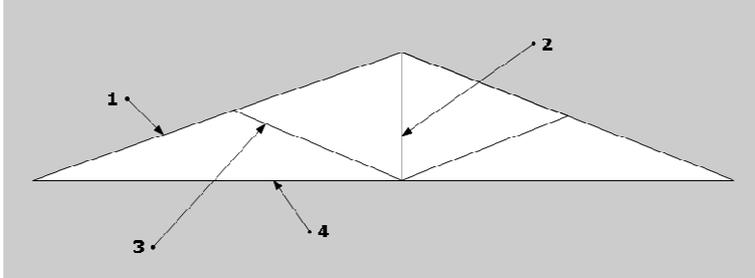

Figura 5: Desenho esquemático da tesoura
Observe o desenho esquemático da tesoura na Figura 5, para responder à questão 25.
25. Na Figura 5, em que posição se encontra o pendural?